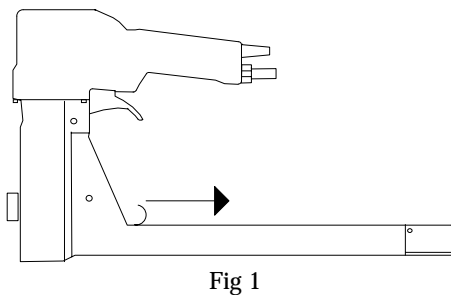
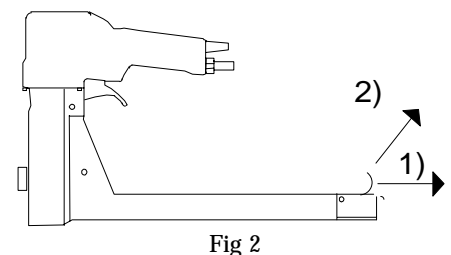

Fig 1
Fig 2
- E** Grasp the pusher with one finger (Fig. 1) and pull it back to the magazine breech to release the breech catch (Fig. 2).
- D** Greifen Sie mit dem Finger hinter den Bügel des Klammerschiebers (Fig. 1) und ziehen Sie ihn zurück bis zum Anschlag des Magazin-Verschlußstückes um die Sperre zu lösen (Fig. 2).
- S** Fatta frammatarens fingergrepp (Fig. 1) och dra frammataren tillbaka in i slutstycket, så att slutstycksspärr frigörs (Fig. 2).
- F** Saisissez le poussoir d'agrafes d'un doigt (Fig. 1) et tirez le vers la partie arrière du magasin ainsi que le cliquet fermoir se dégagera (Fig.2).